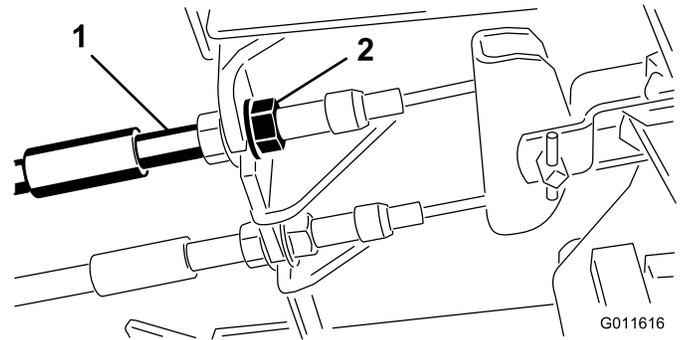

图66
1. 要缩短刹车踏板的自由行程可以通过松开刹车拉线螺纹端的前螺母紧固刹车图66。